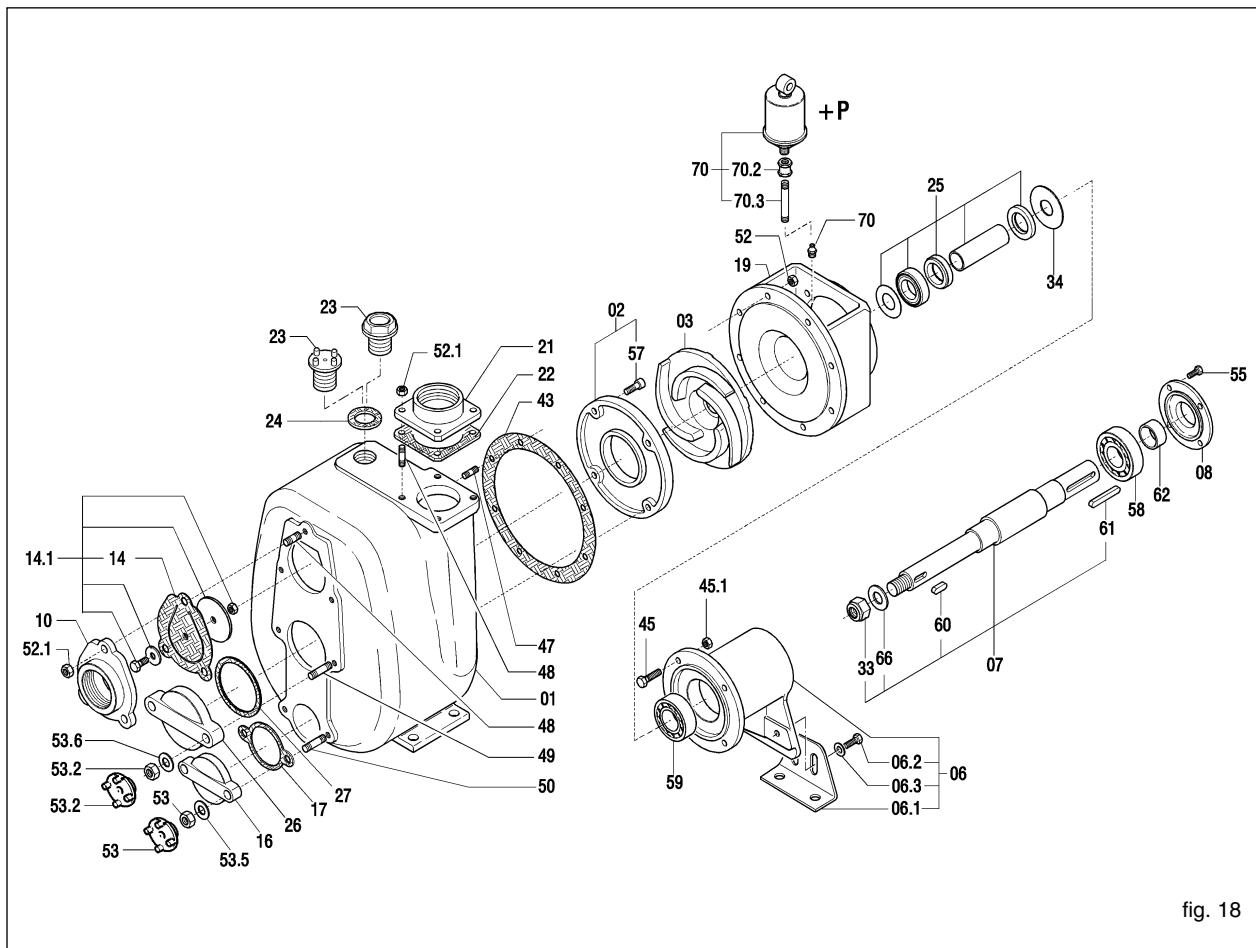

fig. 18
12.2 Sustitución de la rueda de álabes (fig. 18)
- Destornillar las tuercas (52) y sacar el cuerpo de la bomba, tratando de no dañar la guarnición (43).
- Parar a la rueda de álabes (03) y destornillar la tuerca autobloqueante (33).
- Eventualmente reemplazar la guarnición (43).
12.3 Sustitución del plato de desgaste (fig. 18)
- Destornillar las tuercas (52) y sacar el cuerpo de la bomba, tratando de no dañar la guarnición (43);
- Destornillar los tornillos de cabeza hexagonal (57)
- Sacar y sustituir el plato de desgaste (02)
- Eventualmente reemplazar la guarnición (43)
12.4 Sustitución de la válvula (fig. 18)
- sacar el portaválvula (10)
- sacar la válvula (14)
- limpiar el alojamiento de la válvula del portaválvula (10) y reensamblarlo
12.5 Sustitución de la junta estanca tipo 1 o 2 (referencia fig. 18, 19, 20)
- Desenroscar las tuercas (52) y sacar el cuerpo de la bomba, tratando de no dañar la junta (43).
- Parar a la rueda de álabes (03) y desenroscar la tuerca autobloqueante (33).
- sacar el portamotor (19). Junto a este sale automáticamente la parte rotatoria de la junta estanca (40) montada en el manguito (31)
- sacar la guarnición fija (39) del portamotor, con la relativa guarnición (38)
- sacar el sello de aceite (41)
12.7 Mantenimiento de los cojinetes (fig. 18)